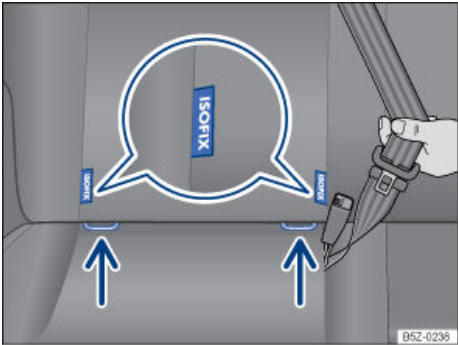

Fig. 36 No banco do veículo: identificação dos pontos de ancoragem inferiores para cadeiras de criança.
Os 2 olhais de retenção para cada cadeira de criança dotado do sistema ISOFIX podem ser acasalados entre o encosto e assento do banco traseiro → Fig. 36.
- Afastar lateralmente e cinto de segurança e encaixar a cadeira de criança nos olhais de retenção indicados pelas setas → Fig. 36 no sentido da seta. A cadeira de criança deve engatar de forma segura e audível (click).
xação nos olhais de retenção → Fig. 36, caso os cintos de fixação sejam fornecidos junto com a cadeira de criança.